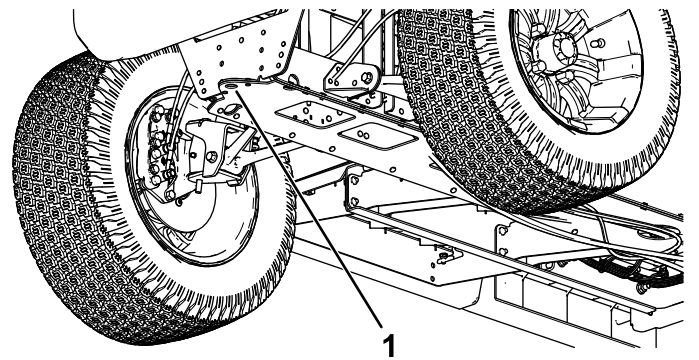

Figure 28
- Le point de levage avant de la machine est situé à l'avant du cadre, derrière la flèche d'attelage (Figure 28).